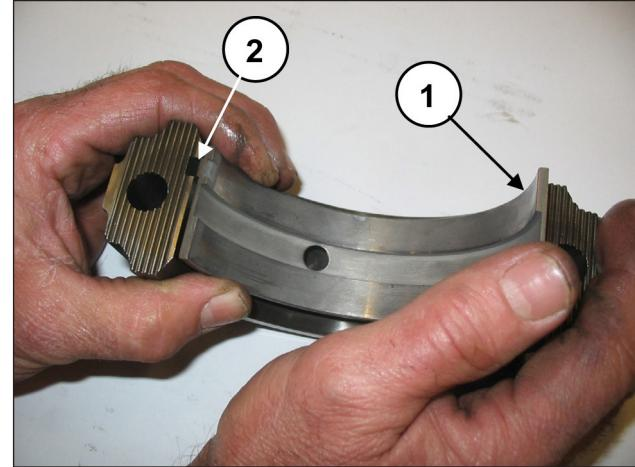

Fig. 58
Applicare i semicuscini inferiori ai cappelli (pos. ①, Fig. 58) assicurandosi che la linguetta di riferimento dei semicuscini venga posizionata nell'apposito alloggiamento sul cappello (pos. ②, Fig. 58).